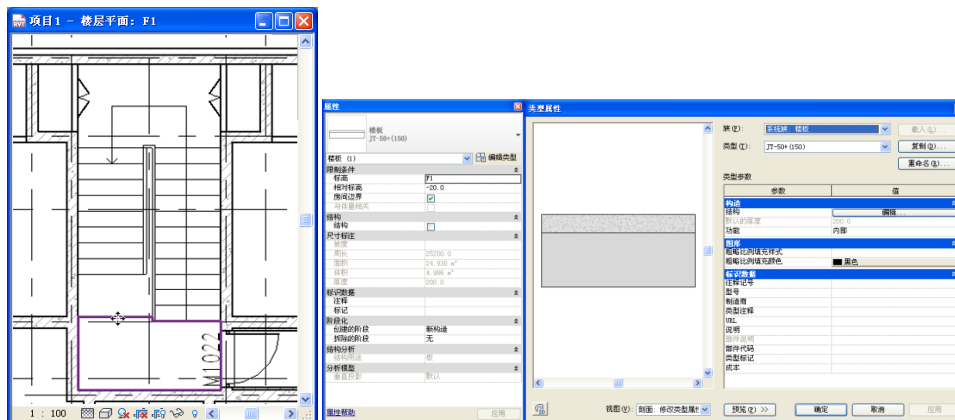

图 6-25
19) 进入 F11 视图，修改图示位置的楼板为 JT-50+ (150)，“属性”中设置其相对高度为：100，“编辑部件”对话框中设置其构造层（如图 6-25 所示）。